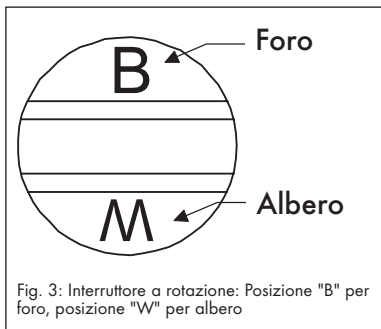

Fig. 3: Interruttore a rotazione: Posizione "B" per foro, posizione "W" per albero
- Regolare il commutatore: "B" per foro, "W" per asse (fig. 3).